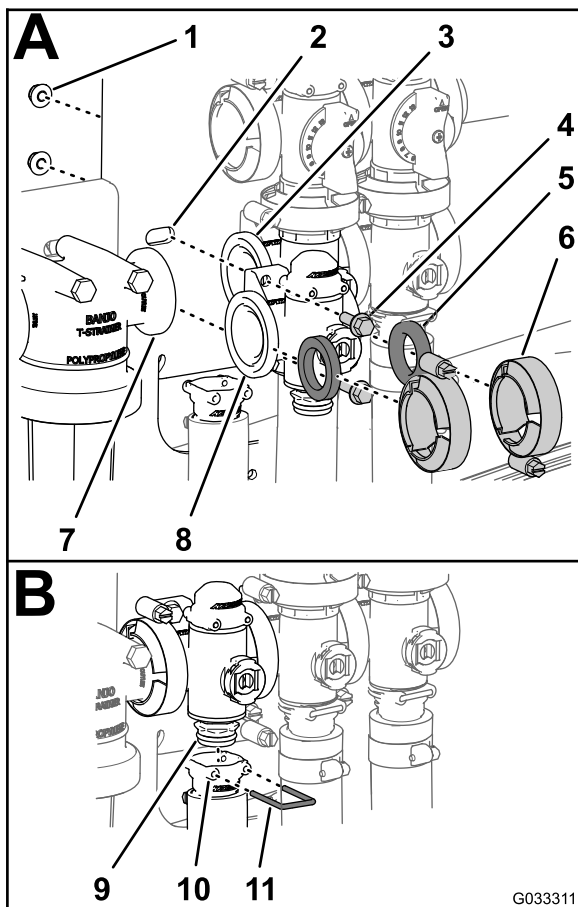

Рисунок 81
1. Установите прокладку между фланцами коллектора клапана управления нормой внесения и головкой фильтра линии нагнетания (Рисунок 81А).
- Смонтируйте коллектор клапана управления нормой внесения, прокладку и головку фильтра линии нагнетания с помощью фланцевого хомута, затянув его от руки (Рисунок 81А).
- Установите прокладку между фланцами клапана управления нормой внесения и коллектором клапана перемешивания (Рисунок 81А).
фланцевого хомута, затянув его вручную (Рисунок 81А).
- Присоедините клапан управления нормой внесения к опоре крепления при помощи 2 болтов с фланцевыми головками и 2 фланцевых контргаек (Рисунок 81А), снятых при выполнении действий, описанных в пункте 3 раздела Демонтаж коллектора клапана управления интенсивностью опрыскивания \(страница 73\), и затяните гайку и болт с моментом от 10 до 12 Н·м.
- Установите выпускной штуцер на штуцер муфты в нижней части коллектора клапана управления нормой внесения (Рисунок 81В).
- Прикрепите выпускной штуцер к штуцеру муфты, вставив держатель в гнездо выпускного штуцера (Рисунок 81В).